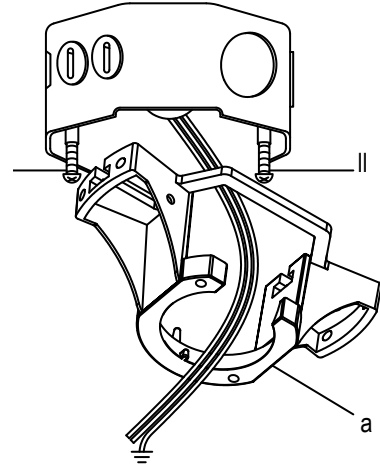

Fig. 5
Étape 2. Fixez le support de montage au plafond sur la boîte de sortie de courant à l'aide des vis et rondelles fournies avec la boîte de sortie de courant. (Fig. 5)